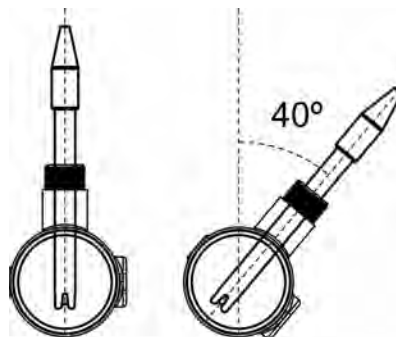

Fig. 13
4. **De pH-sonde moet steeds als volgt worden geïnstalleerd: bij voorkeur verticaal, ofwel met een maximale schuifte van 40° (Fig. 13).**